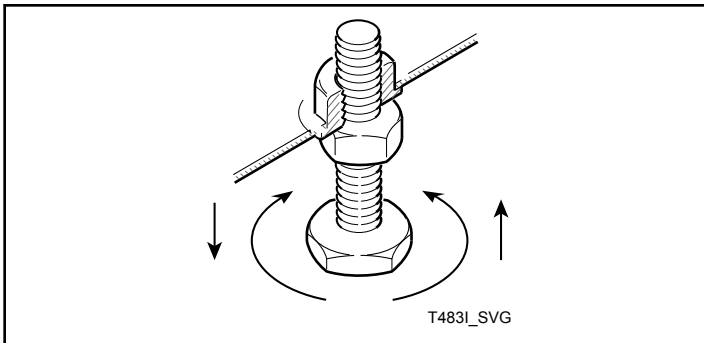

図 3
5. 回転式乾燥機をスライドさせて位置を決めてください。ユニットが水平になるまで水平調節脚を調整する、または最前部は 3.18 mm [0.125 インチ] 以上高くしないでください 図 3。この時、乾燥機が揺れないようにするこ